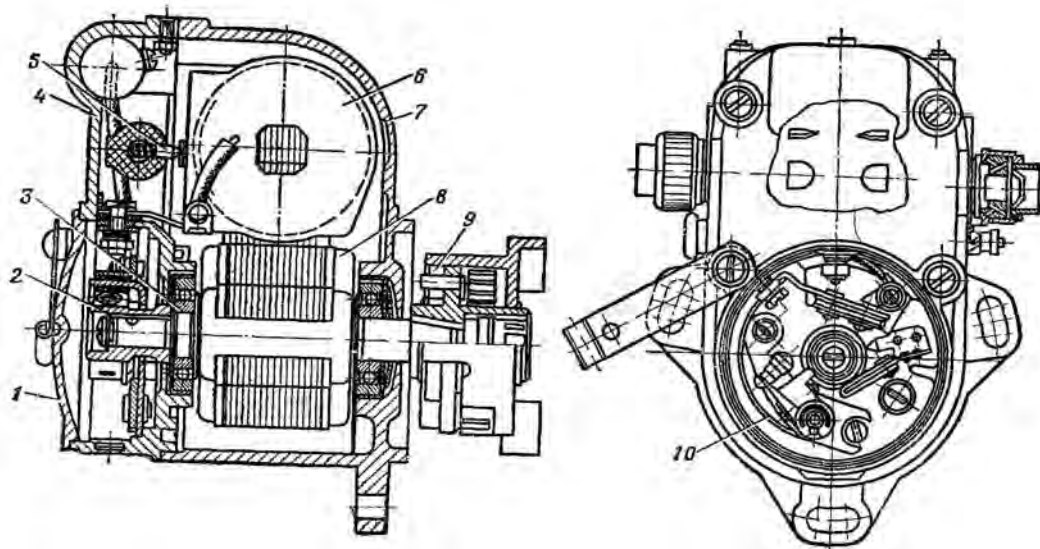

Рис. 18. Магнето М-147 двухискровое с пусковым ускорителем левого вращения:
**Система зажигания.** Воспламенение смеси в камере сгорания осуществляется запальными свечами типа А11У от двухискрового магнето М-147 (рис. 18) с двухвыводным трансформатором и пусковым ускорителем. Зазор между электродами 0,6–0,7 мм. Привод магнето осуществляется через шестерню регулятора с помощью промежуточной муфты.